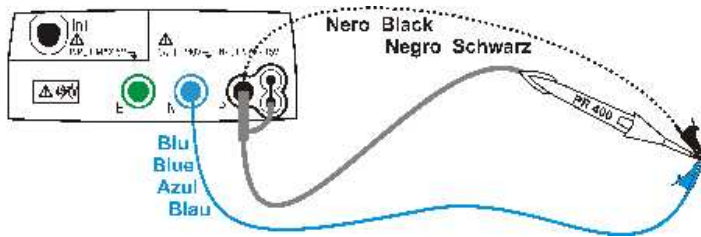

Abb. 7: Kalibrierung von Einzelkabeln und Tastkopf
2. Kürzen Sie die Leiter der Messkabel wie in Abb. 7 um sicherzustellen, dass sie guten Kontakt zu den leitenden Teilen der Krokodilklemmen haben.